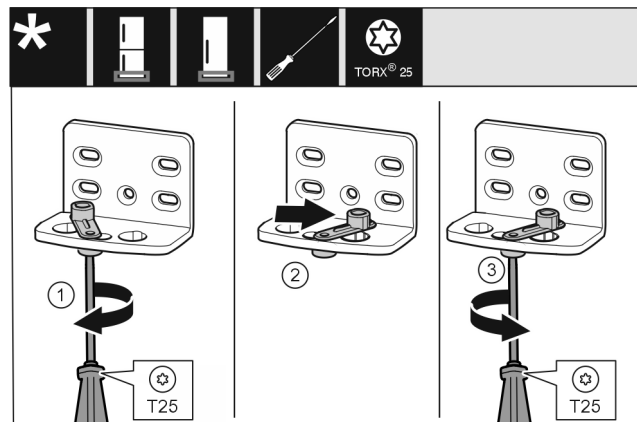

Fig. 14
- ▶ Visser la vis sans serrer avec un tournevis T25. *Fig. 14 (1)*
- ▶ Soulever le ressort de fermeture et le tourner de 90° à droite dans l'alésage. *Fig. 14 (2)*
- ▶ Serrer la vis avec un tournevis T25. *Fig. 14 (3)*